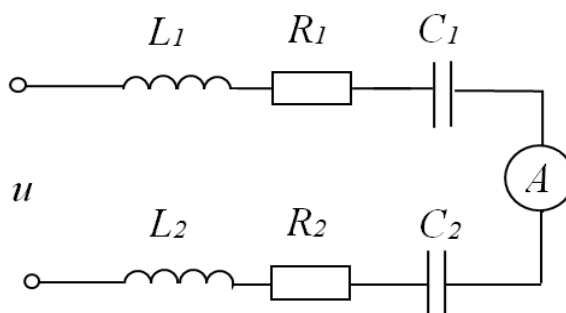

Рисунок 3.1 – Схема электрической цепи к задаче 3
**Задача 3.** Определить показание амперметра в цепи однофазного синусоидального тока (рисунок 3.1), напряжения на элементах и мощность всей цепи. Исходные данные к задаче (мгновенное значение напряжение на зажимах цепи, активные сопротивления  $R_1, R_2$ , индуктивности  $L_1, L_2$ , емкости  $C_1, C_2$ ) приведены в таблице 3.1. Осуществить моделирование работы схемы в среде Multisim.